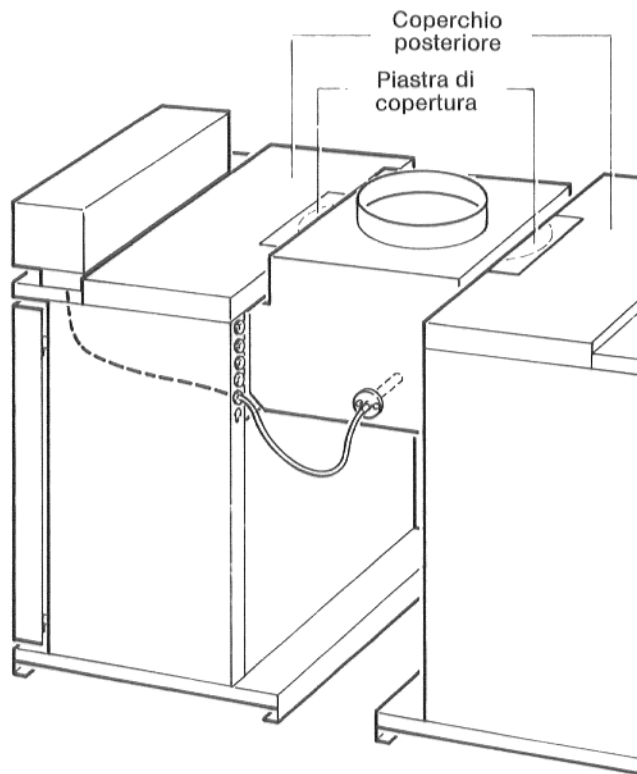

Fig. 19 - Sonda di temperatura dei gas di scarico
5. Sospingere la piastra di copertura (unità d'imballaggio canale di raccolta) sul coperchio posteriore della caldaia, fissarla piegando le strisce in lamiera (Fig. 19).
23. Verificata la perfetta funzionalità dell'apparecchiatura (vedi istruzione di montaggio nell'unità d'imballage del modulo 065), inserire la sonda di temperatura dei gas di scarico nella sicurezza antiriflusso e fissarla con entrambe le viti a corredo (Fig. 19).